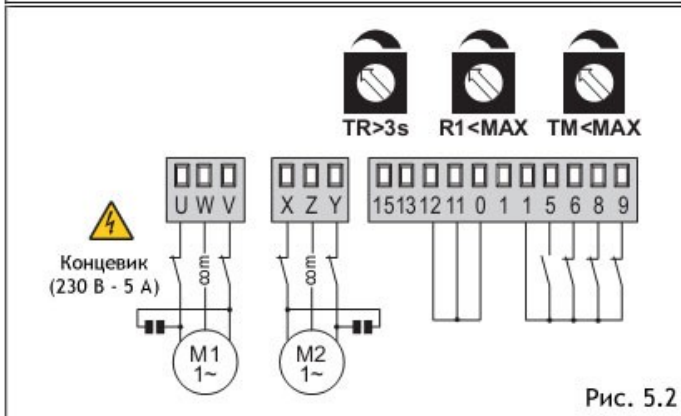

Рис. 5.2
- **Створки ворот останавливаются у механических концевиков или при обнаружении препятствия (Рис. 5.2)**